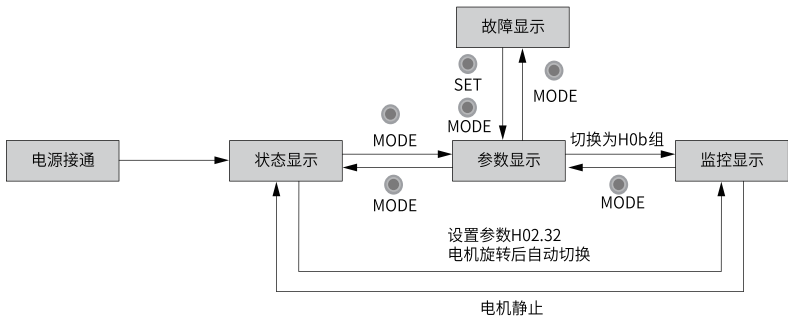

图1-2 面板各类型显示切换方法示意图
- 按“MODE”键可在不同显示模式之间切换，切换条件如第11页“图1-2”所示。